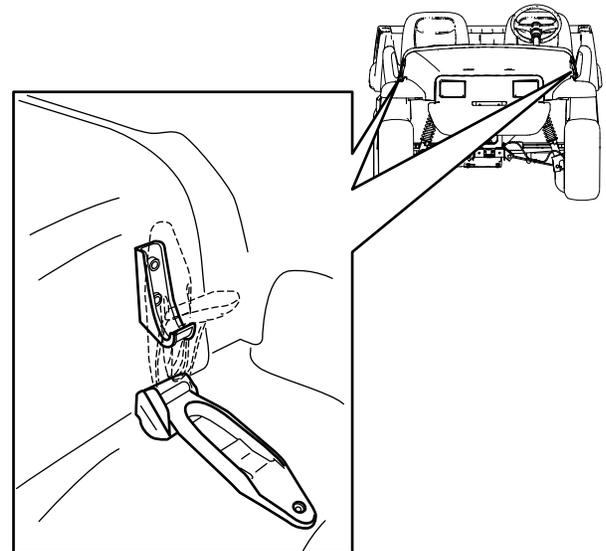

Bild 21
1. Heben Sie den Hebel der Gummiriegel an jeder Seite der Motorhaube an (Bild 21).
2. Fluchten Sie die Gummiriegel auf den Riegelankern an jeder Seite der Motorhaube aus, um die Motorhaube zu befestigen (Bild 21).